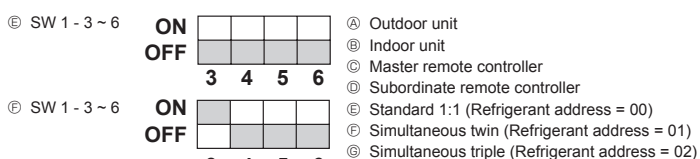

Fig. 9-1
9. System control (Fig. 9-1)
9. Управление системой (Fig. 9-1) 198